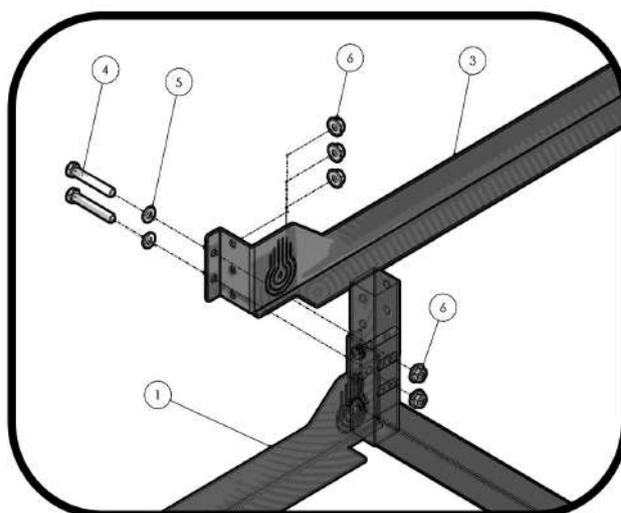

FIG. 35
- 8.3 Con due viti fissare l'estremità libera della sponda laterale (13) all'estremità libera della traversa saldata (12) precedentemente assemblata nel telaio modular (STEP 7) (fig. 35)